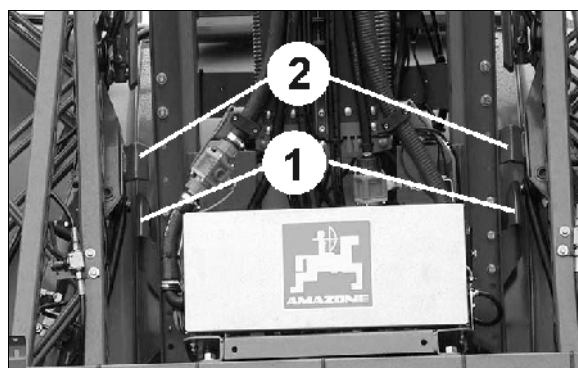

Fig. 65
2. Levantar el paquete del varillaje mediante los pulsadores de regulación de altura, hasta que los soportes de captación (Fig. 65 /1) liberen las escotaduras de captación (Fig. 65 /2).
Fig. 65 muestra el varillaje de rociado desbloqueado.